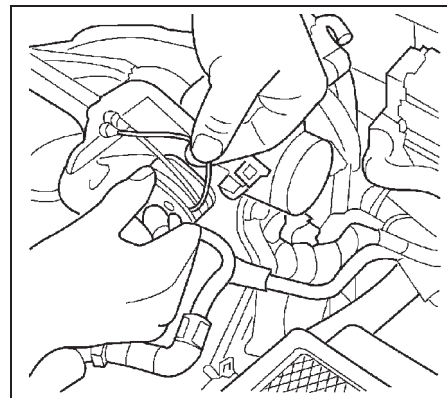

Рис. 6. Трос акселератора системы поддержания скорости.
(8) Отсоедините ниппель троса акселератора от кулачка корпуса дроссельной заслонки (рис. 6).